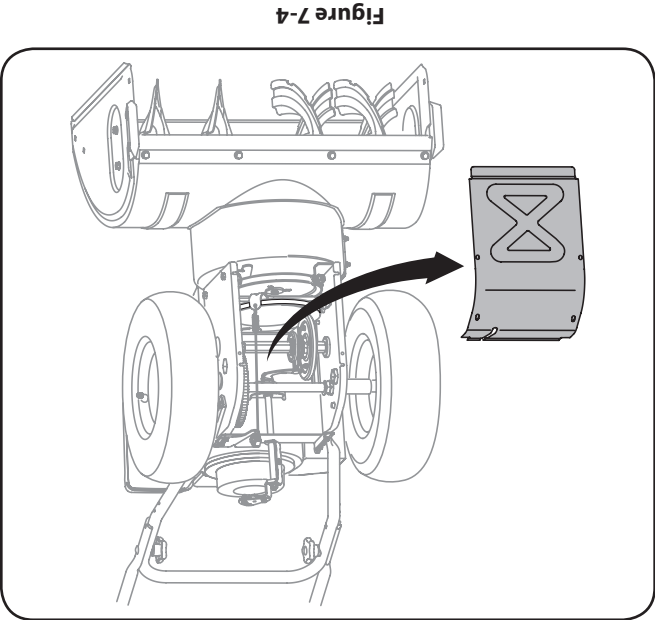

Figure 7-4
- 6. Démontez le couvre-châssis du dessous de la souffleuse en retirant les quatre vis auto-taradeuses qui le maintiennent en place. Voir la Fig. 7-4.